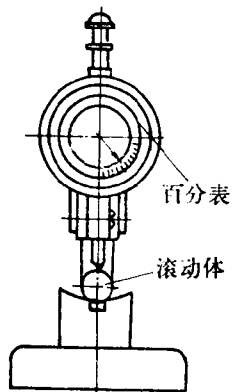

图2 滚动体检查仪
(1) 检查各零件表面有无严重的锈蚀、麻点、脱皮、破裂等缺陷。如有则不能再修复。
(2) 在滚动体检查仪上(图2)，检查每套滚动体的椭圆度和直径误差。一般说来，若椭圆度不大于 0.01 毫米；每组直径：滚珠误差不大于 0.01 毫米，圆柱(锥)滚子误差不大于 0.02 毫米者，可以继续使用。当圆柱(锥)滚子误差超过上述数值时，要在磨床上磨修，消除椭圆度和恢复原来的锥度后方可使用。